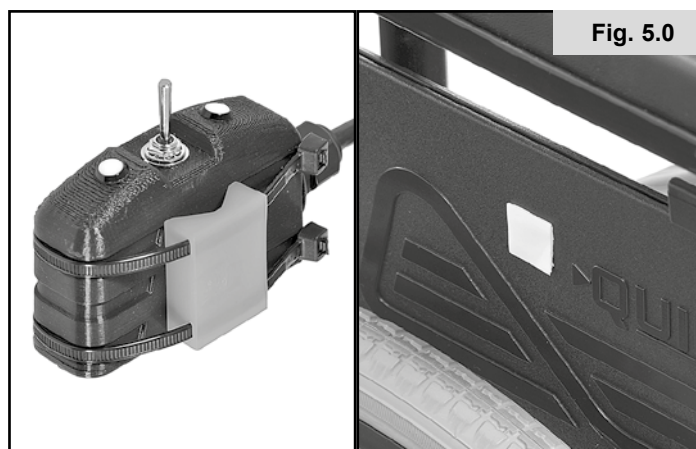

Fig. 5.0
4. Le fascette consentono anche di posizionare la centralina su una superficie piana (Fig. 5.0).